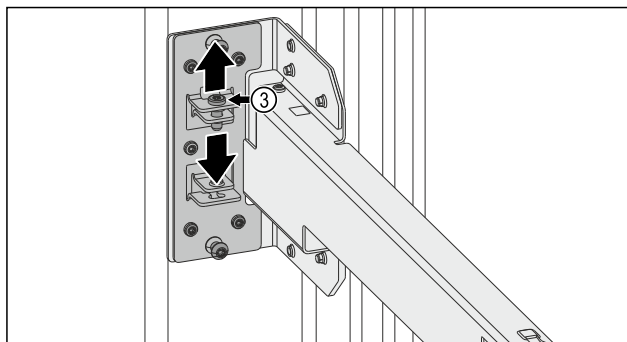

Fig. 10
- ▶ Otpustite vijak Fig. 10 (3).
- ▶ Pritegnite vijak Fig. 10 (3).